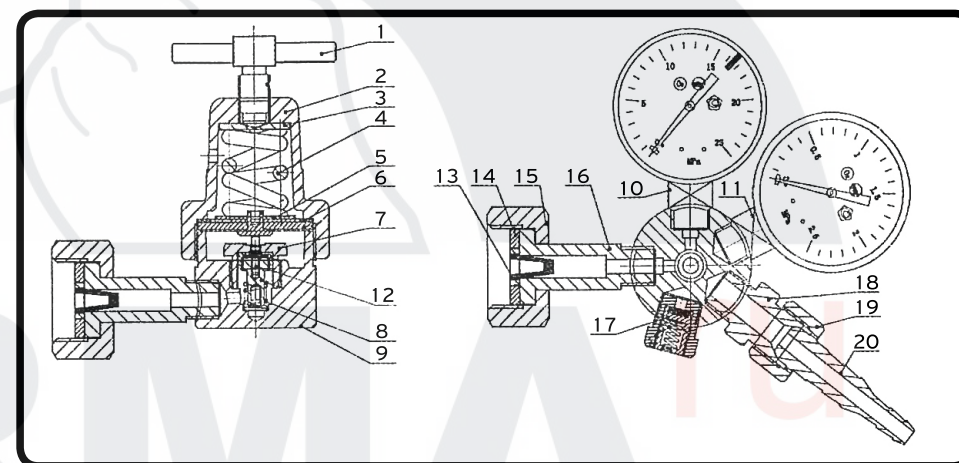

Рис. 1. Редуктор баллонный одноступенчатый КЕДР БКО-50:
4.1 Устройство редукторов КЕДР и способ присоединения их к источнику питания газом показаны рис. 1. Понижение давления газа в редукторе происходит путем одноступенчатого расширения его при прохождении через зазор между седлом, выполненном в корпусе и редуцирующим клапаном камеру рабочего (низкого) давления. Газ, пройдя фильтр, через входной штуцер, попадает в камеру высокого давления. При вращении регулирующего винта по часовой стрелке, усилие нажимной пружины передается через мембрану и толкатель на редуцирующий клапан. Последний, перемещаясь, открывает проход газу через образовавшийся зазор между клапаном и седлом, в камеру рабочего (низкого) давления. Редуктор КЕДР БПО-5 комплектуется одним манометром, контролирующим рабочее (низкое) давление.